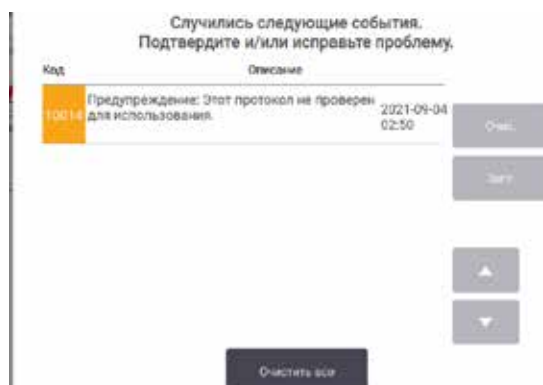

Рис. 64
12. На экране появится окно, предупреждающее о необходимых или рекомендованных действиях перед началом использования протокола (→ Рис. 64). В этом окне всегда будет содержаться предупреждение о том, что протокол не валидирован для использования. По умолчанию новый созданный протокол не является действительным. Ваша лаборатория должна валидировать его для применения в клинической практике. После валидации пользователь с правами руководителя может перейти на экран **Edit Protocol (Изменить протокол)** и нажать кнопку **Validate protocol (Валидировать протокол)**. После этого протокол будет доступен операторам (при условии, что все остальные ошибки, перечисленные в окне, были устранены).
7. На экране появится окно (→ Рис. 64), предупреждающее о необходимых или рекомендованных действиях перед началом использования протокола. В этом окне всегда будет содержать предупреждение о том, что протокол не валидирован для использования. По умолчанию новый созданный протокол не является действительным. Ваша лаборатория должна валидировать его для применения в клинической практике. После валидации пользователь с правами руководителя может перейти на экран **Edit protocol (Изменить протокол)** и нажать кнопку **Validate protocol (Валидировать протокол)**. После этого протокол будет доступен операторам (при условии, что все остальные ошибки, перечисленные в окне, были устранены).